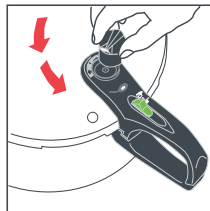

Fig.16
3. A la vez que levanta la válvula, trate de girarla hacia la izquierda, hacia el dibujo del círculo atravesado por una línea. Notará que hay una ranura, cuando la válvula llegue a esa ranura le permitirá girarla del todo hasta la posición de apertura dibujo del círculo atravesado por una línea (Fig.16).